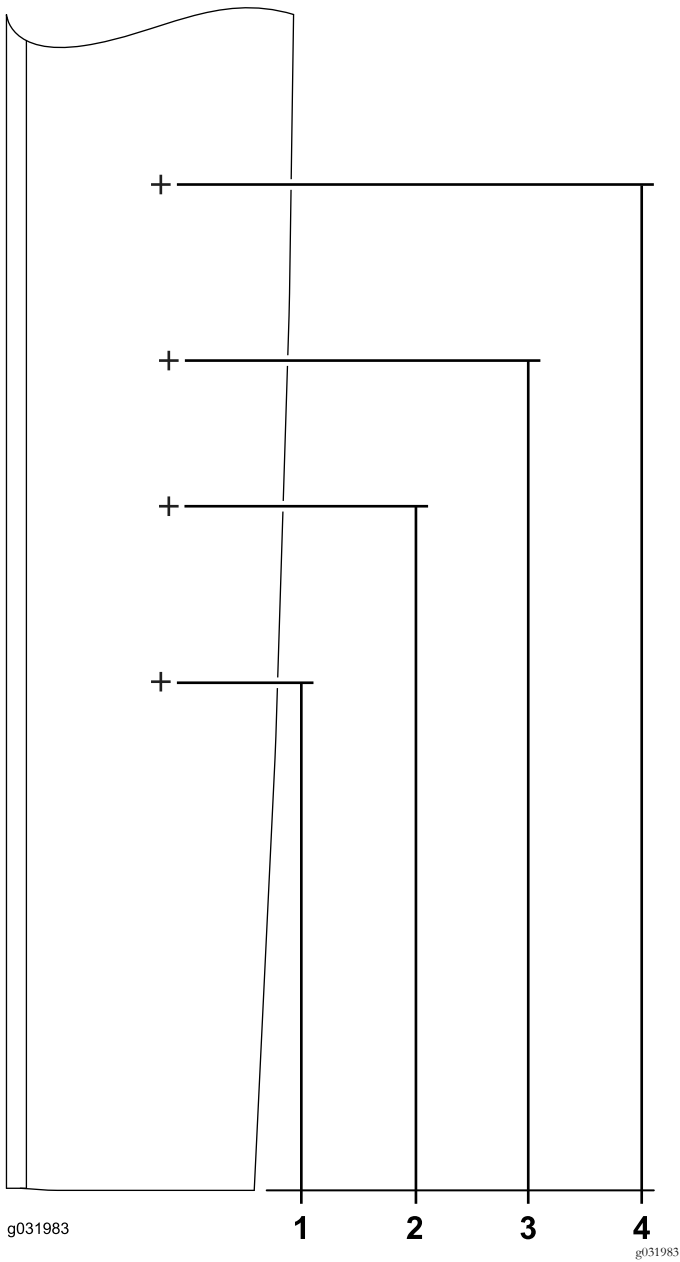
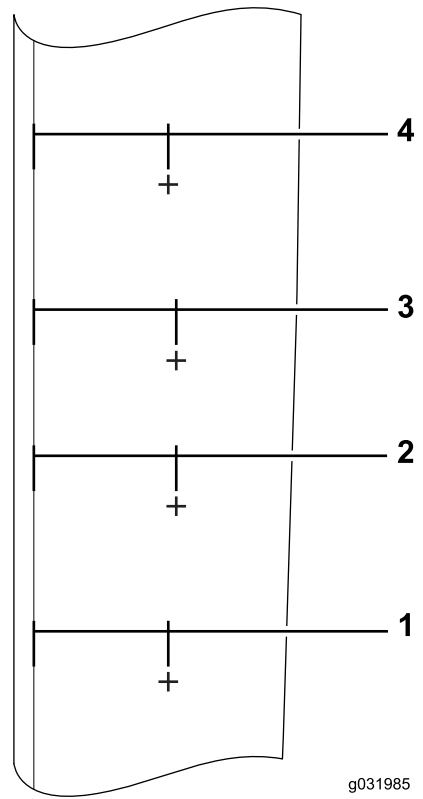

Figure 49
Figure 50
1. Localisez et repérez les emplacements suivants sur la plaque latérale (Figure 49) et (Figure 50).